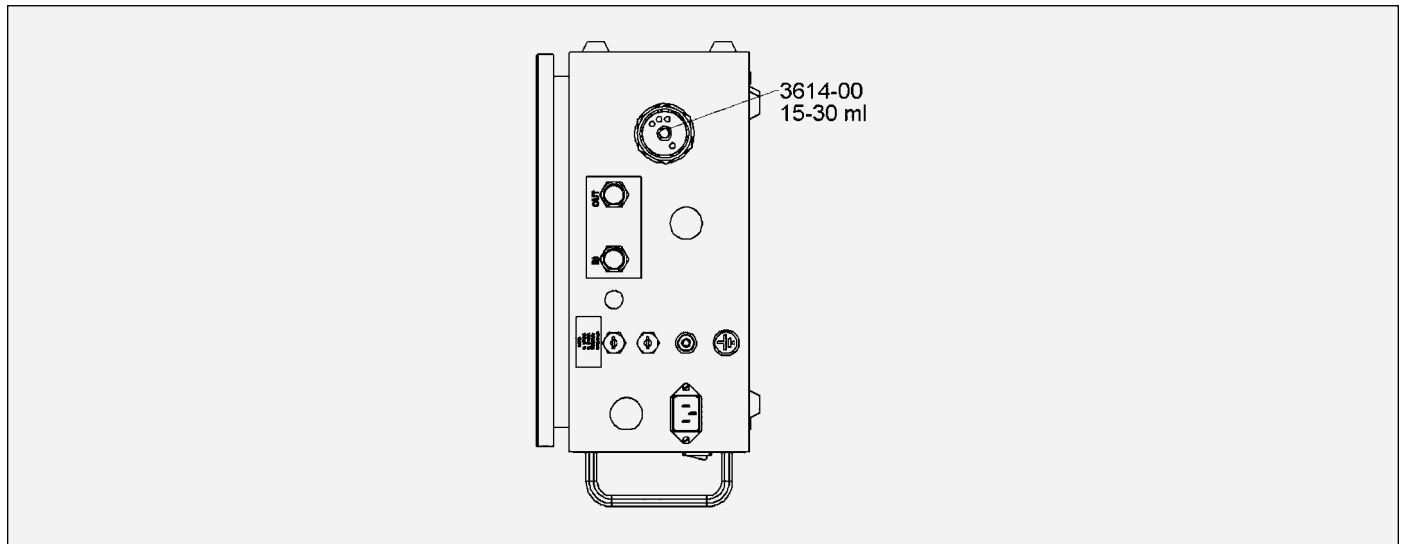

Abbildung 3: Einfüllpunkt für dielektrisches Öl
3. Nachdem das Netzteil über eine geeignete Masseverbindung geerdet wurde, kann das Hochspannungskabel angeschlossen werden. Vor dem Anschluss eines Hochspannungskabels müssen 15-30 ml des dielektrischen Öls 3614-00 (im Lieferumfang des Applikators enthalten) in das Netzteil gefüllt werden. Die Position der Öleinfüllöffnung ist in Abbildung 3 dargestellt.